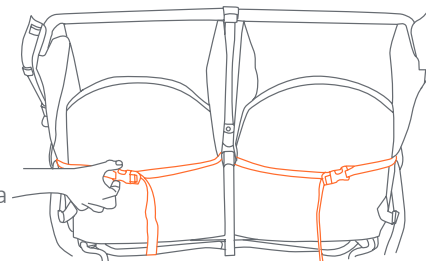
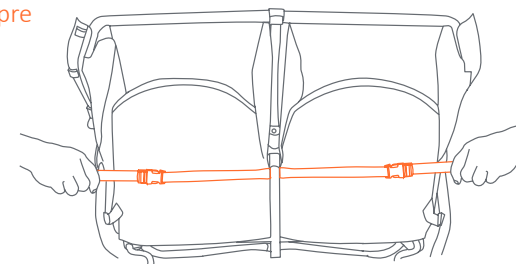

Fig. 9a
Fig. 9b
- 9) • **Para reclinar el asiento:** suelte la correa por la hebilla y ajústela hasta lograr la posición de inclinación necesaria (Fig. 9a). Para colocar el respaldo en una posición más erguida, empujelo hacia arriba con una mano mientras tira de la correa por la hebilla con la otra (Fig. 9b).